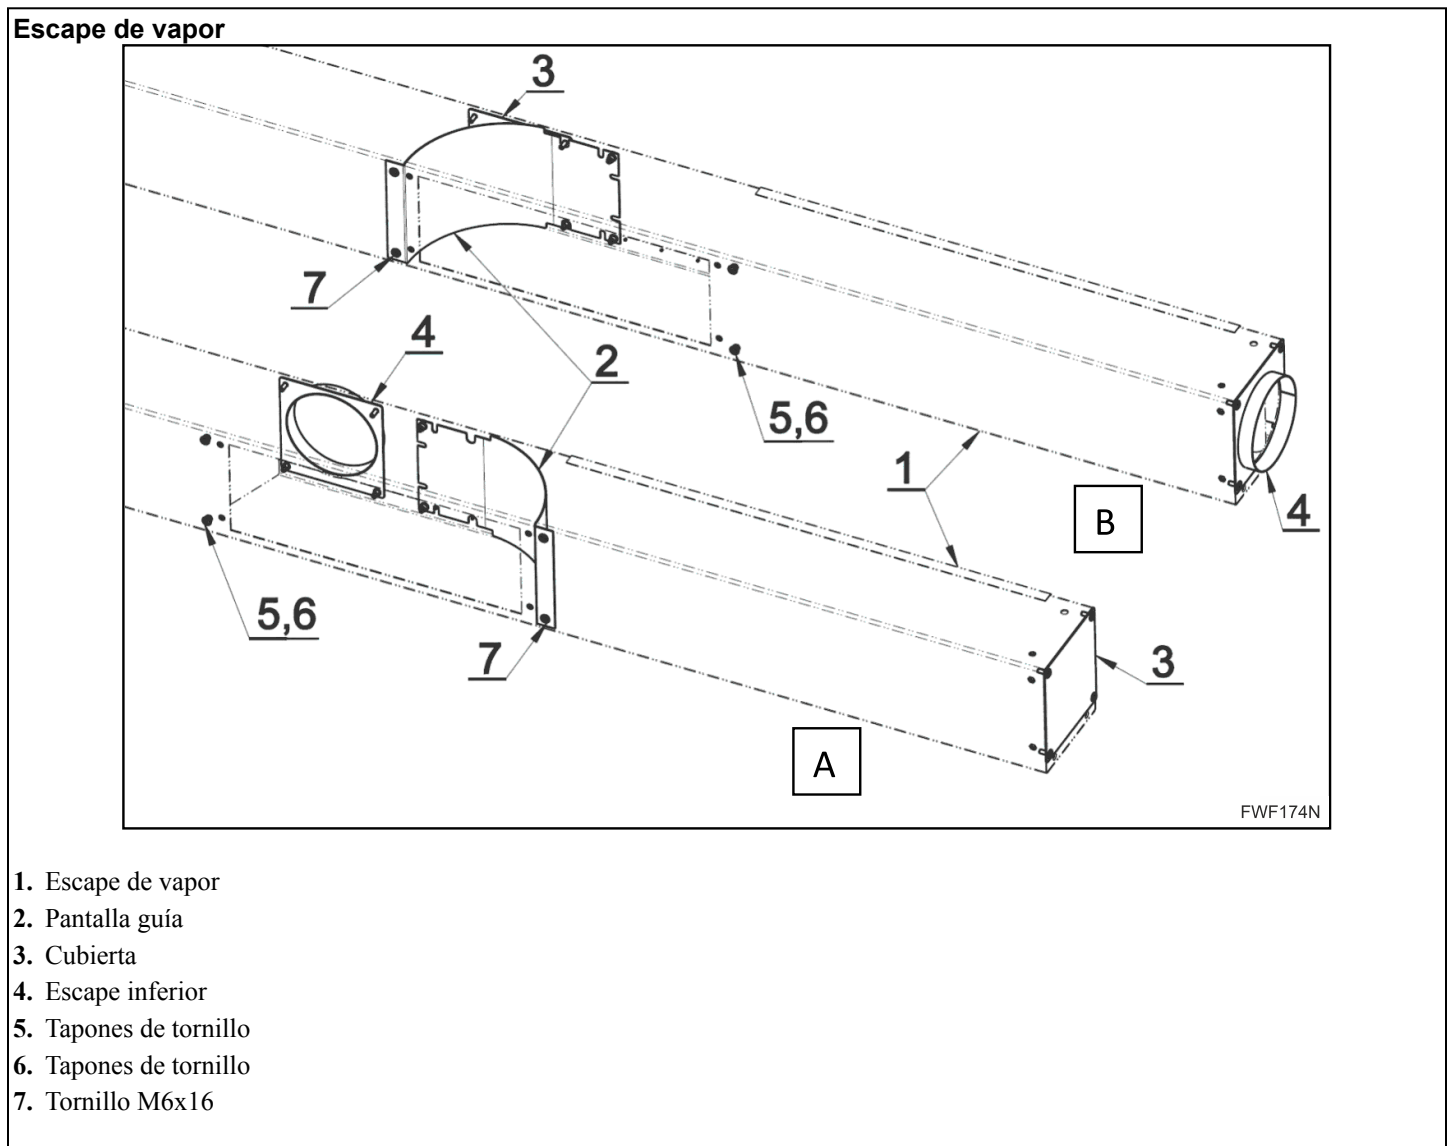

Figura 26
- Las máquinas se proporcionan en dos versiones en cuanto a lo relacionado con el sistema de escape de vapor. Consulte la *Figura 26* y el capítulo *Conexión con el sistema de escape de vapor*.
- A – escape de vapor inverso: *Figura 26* – versión A y *Figura 1*.
- B – escape de vapor a la derecha: *Figura 26* – versión B y *Figura 12*.
- Cambio de la posición de la rejilla guía (2)
- Intercambio de las posiciones (5), (6) de los tapones del tornillo, 2 piezas
- Intercambio de los componentes (3) y (4)